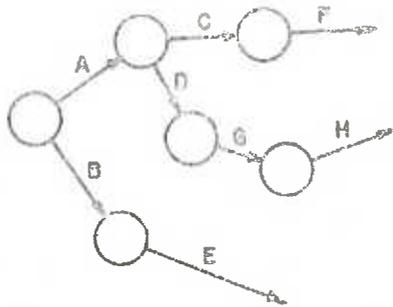

FIGURA 17
f) Reflejando la sexta condición tendremos (figura 17):